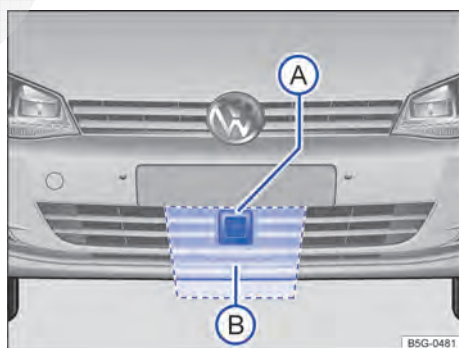

Fig. 144 No para-choque dianteiro: sensor do radar **A** e área que deve ser mantida livre em volta do sensor do radar **B**. ▶
Para registrar a situação do trânsito, está instalado, no para-choque dianteiro, um sensor do radar → Fig. 144 (A). Assim, os veículos à frente podem ser reconhecidos a uma distância de até aproximadamente 120 m.
A área frontal e ao redor do sensor do radar → Fig. 144 (B) não deve ser coberta por etiquetas adesivas, faróis extras, moldura decorativa das placas de licença ou coisas semelhantes, porque isso pode comprometer a função do Front Assist.